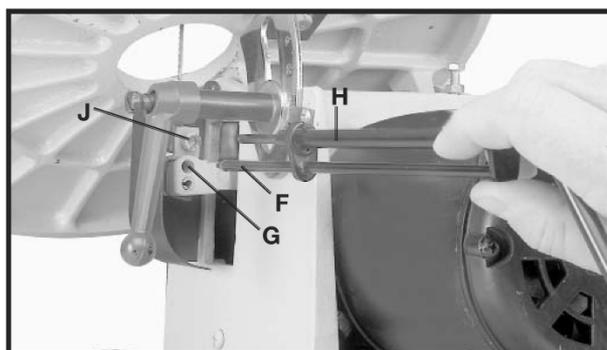
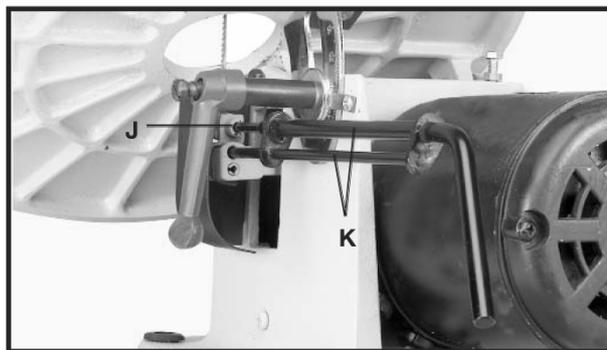

Fig. 23
Fig. 24
4. Introduza a extremidade comprida (F) Fig. 23 da chave de torque da lâmina do tipo quickset no orifício (G) no prendedor inferior da lâmina. Esse procedimento irá alinhar a chave de torque (H) com o parafuso do prendedor da lâmina (J).
5. A Fig. 24 mostra a chave de troca de lâmina do tipo quickset encaixada com o conjunto inferior dos prendedores da lâmina.. Vire a chave de torque no sentido anti-horário para afrouxar o parafuso (J) Figs. 23 e 24, e remova a lâmina do mandril inferior.